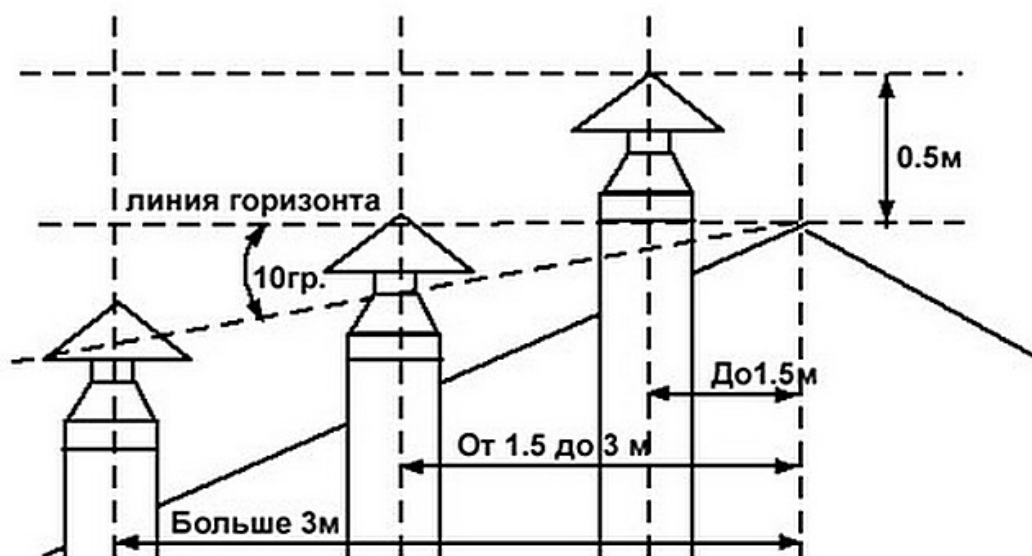

Рисунок 6 — Схема размещения дымоходов
4. Высоту дымохода можно рассчитать, используя рисунок 6.